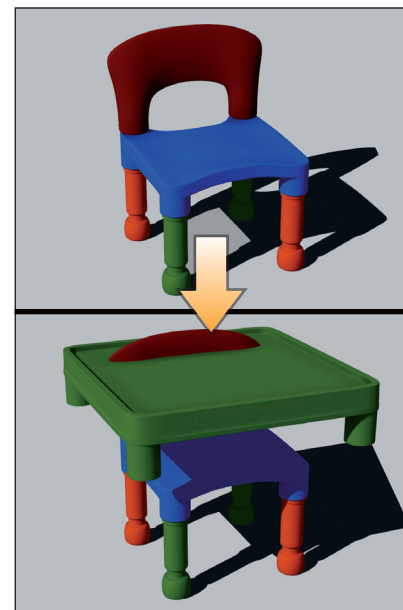

Figura C.102 Il conflitto sullo stesso nome porta al non caricamento delle gambe per il file usd del tavolo.
- **ADD:** si apre la finestra di dialogo, dentro cui scegliere il file di reference che si aggiungerà a quello attuale. La struttura ad albero nello stage resterà inalterata, ed eventuali conflitti di nomi all'interno del prim si risolveranno col non caricamento dell'elemento sul quale è stato individuato il conflitto (Fig. c.102).